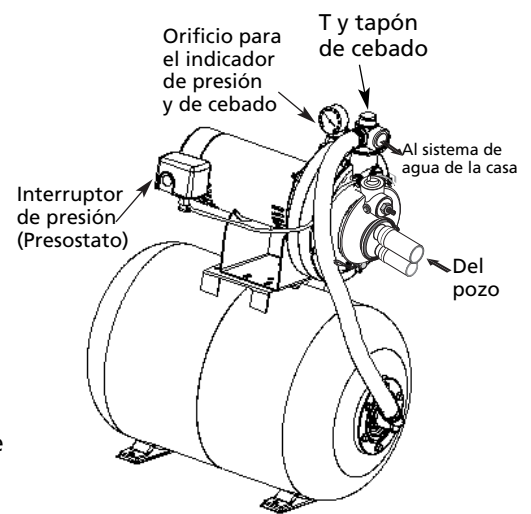

Figura 10 – Conexiones del Tanque Precargado
CONEXION DEL TANQUE PRECARGADO (FIGURA 10)
1. Instale un niple cerrado y una T en el orificio de descarga de la bomba (véase la Figura 10). El tamaño de la tubería deberá ser al menos tan grande como el orificio de descarga. Conecte una tubería o manguera reforzada desde uno de los brazos de la T hasta el orificio en el tanque precargado.